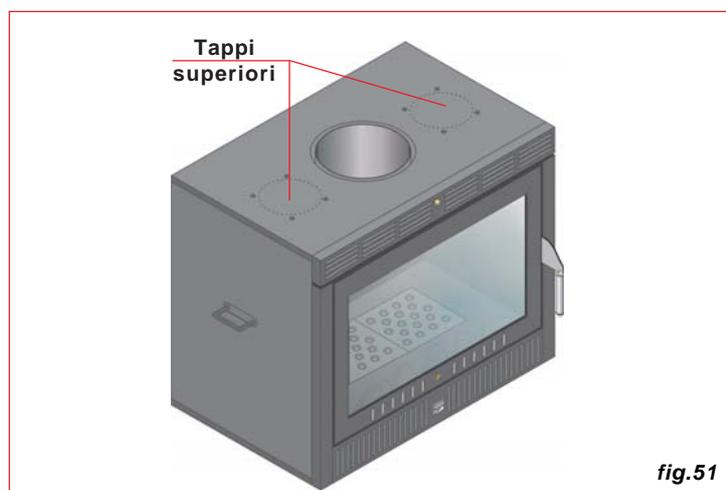

fig.51
- Togliere i tappi superiori che sono pre-forati (fig.51).